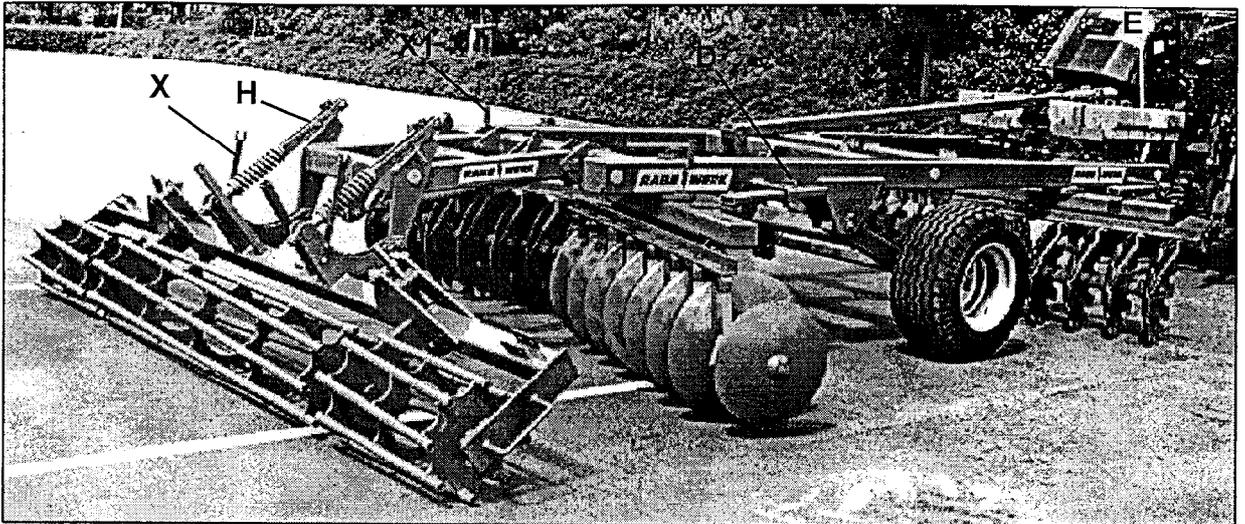
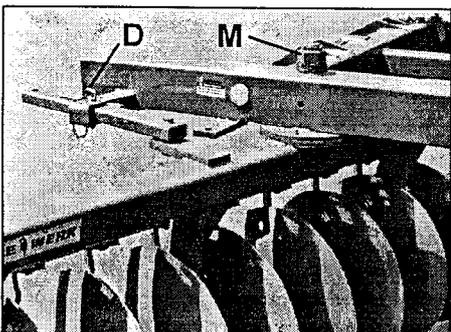
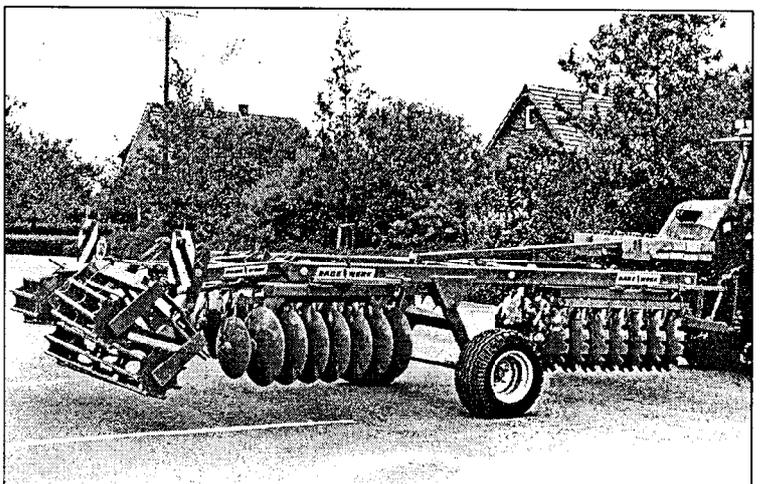

Fig.1
Fig.4
Fig.11
Bei angebauter Walze bzw. Messer-Rollegge vorn auf der Scheibenegge die Gewichte aufsetzen (**E**, Fig.1+6; Sicherungsbügel anbringen).
Beleuchtungseinrichtung und Warntafeln anbringen – siehe Fig.11; ohne Anbaugerät die Halterungen (**X**) nach **X1** umschauben, Fig.1. (Beleuchtungseinheit mit Warntafeln als Zusatzausrüstung.)
In ausgehobener Stellung (Absperrhahn **B** geschlossen) die Scheibensätze auf gewünschten Schnittwinkel ausschwenken und mit Steckern feststecken (**D**, Fig.1; Fig.4 = „Fischadler“).
- Schnittwinkel der Scheiben; je größer der Schnittwinkel, um so intensiver arbeitet die Scheibenegge – mit Stellstreben-Lochleisten entsprechend einstellen – **D**, Fig.1+4; (linken und rechten Scheibensatz mit gleichem Anstellwinkel).
Stab-Packerwalze (Fig.1) – Walzendruck in Lochleisten **H** mit Stecker vorwählen (im Einsatz Federn aber nicht auf Block).
Scheibensatz-Drehpunkte spielfrei nachstellen (Kronenmutter M, Fig.4).